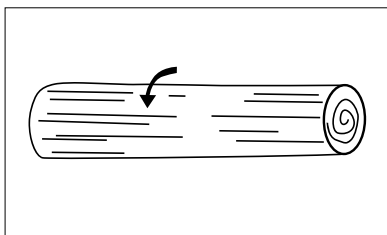

Рис. 14
1. В случае когда ствол находится на опорах по всей длине, ведите пилу сверху вниз и одновременно с этим следите, чтобы цепь не врезалась в землю (рис. 14).